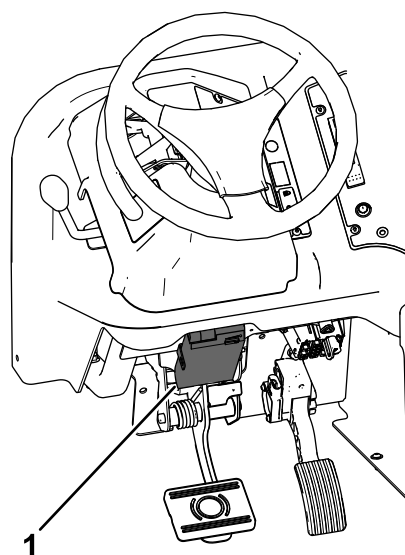

図 63
- ブレーキコントローラを、走行ペダルやブレーキペダルよりも高い位置に取り付ける **図 63**。ブレーキ能力がアタッチメントの負荷に最も合うようにコントローラを調整する。